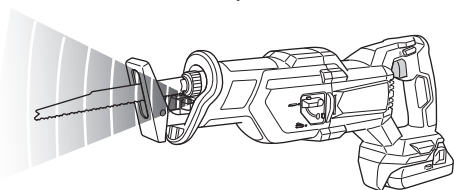

Fig. 26
5. Señales de aviso de luz LED (Fig. 26)